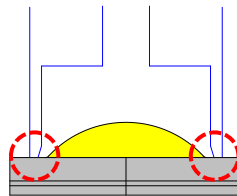

图4. 吸附位置
- 如图4所示，在贴片机吸嘴吸取本产品时，让吸嘴接触本产品边角的平坦处，不让吸嘴接触到LED半圆状的透镜部位。